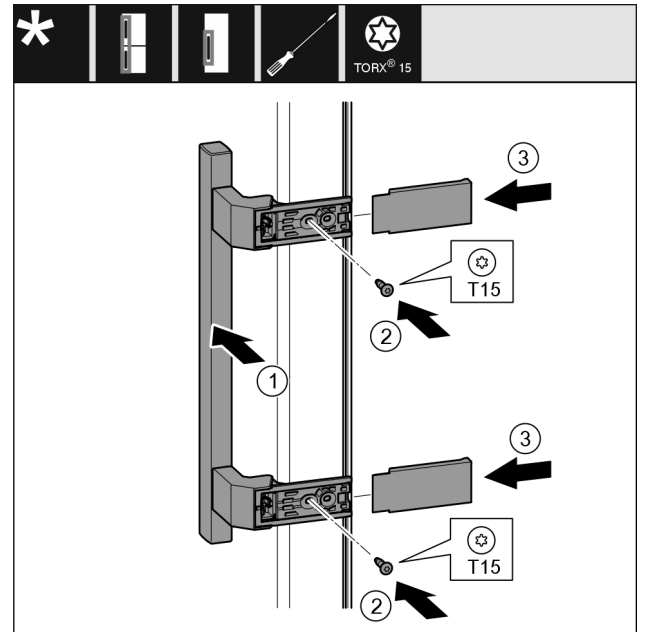

Fig. 55
- ▶ Griff Fig. 55 (1) auf der Gegenseite ansetzen.
- ▶ Schrauben Fig. 55 (2) mit Schraubendreher festschrauben.
- ▶ Abdeckungen Fig. 55 (3) seitlich ansetzen und aufschieben.